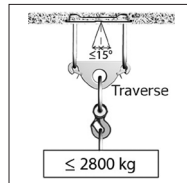

Fig. 1d
- Se si utilizzano entrambi i cappi della fune per il sollevamento o la movimentazione di uno stesso carico, accertarsi che il carico sia uniformemente distribuito su entrambi i cappi della fune. A questo scopo Jakob offre una traversa (fig. 1d).